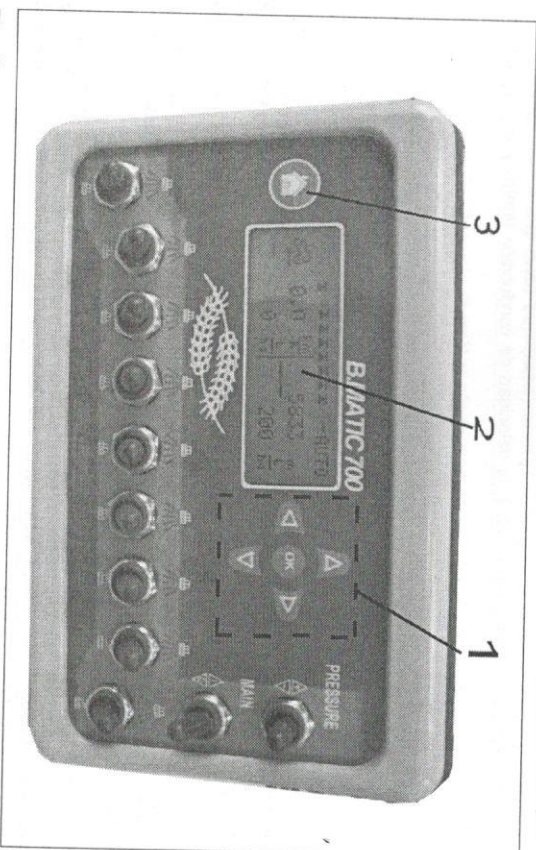

Fig. 12
El ordenador se pone en marcha por medio de un teclado (1) con 4 flechas y la tecla OK (Fig. 12). La visualización de los datos por el monitor y la puesta en marcha se hace por medio del visualizador (2).
Insertar y cambiar datos se realiza en la misma manera en todas las pantallas del menú. La programación se efectúa por medio de las 4 flechas y con la tecla OK en el teclado (fig. 12). Las teclas tienen las siguientes funciones: